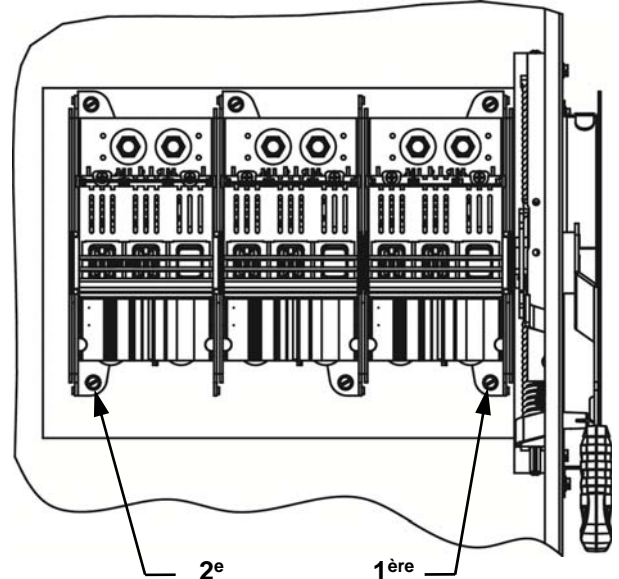

Fig. 13
8. Fixer le nouvel ensemble de base de ligne à l'aide des vis de montage de la base de ligne, tel qu'illustré à la Fig. 13. Voir la Fig. 14 pour la séquence de placement des vis de montage de la base de ligne.